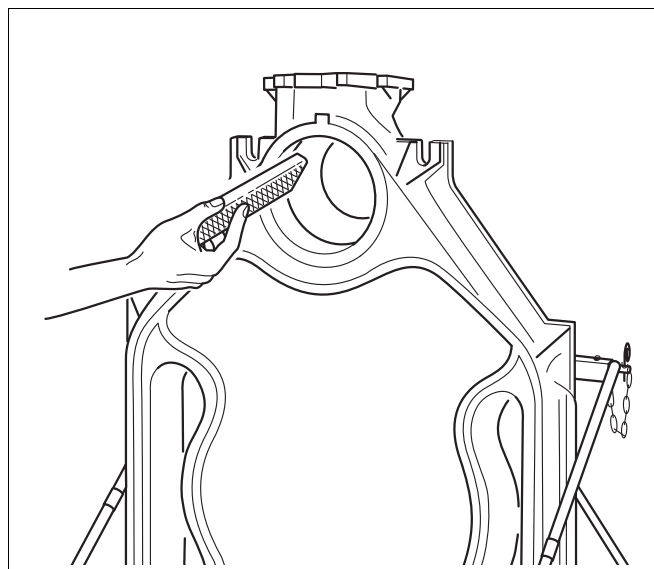

Рис. 12 Удаление заусенцев
- ▶ Зачистите напильником заусенцы, если они есть на ступицах (рис. 12).
- ▶ Зачистите напильником заусенцы, если они есть на ступицах (см. рис. 12, стр. 18).